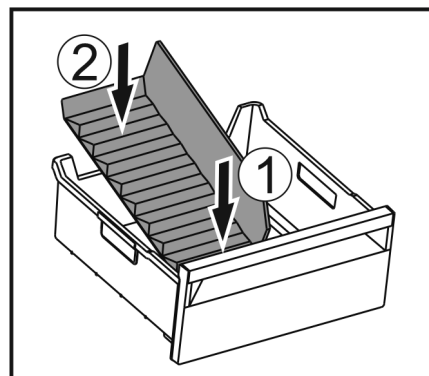

Fig. 100
- ▶ Sett inn den fremre delen av isrom-deleren. Fig. 100 (1)
- ▶ Senk den bakre delen av isrom-deleren til bunnen av skuffen. Fig. 100 (2)